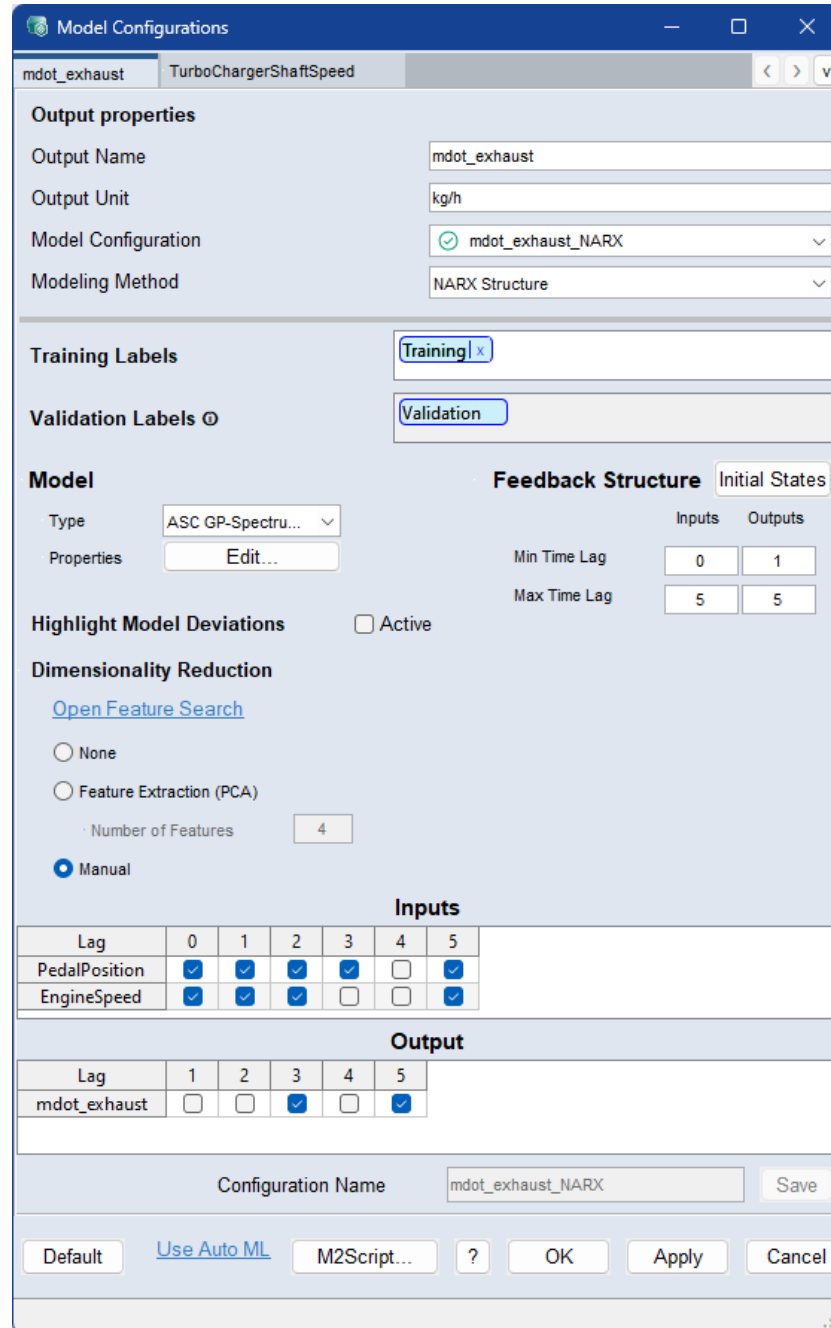

図5-6: Model Configurations ウィンドウ
このウィンドウに含まれるエレメントは **Model Configurations** ウィンドウ (図5-6: 前ページ) と同じですが、すべての出力が対象となるため、出力ごとのタブがありません。
Model properties ウィンドウ (図5-6: ページ36) で、次元削減についての以下のオプションを選択できます。
- **Manual**：手動でのフィーチャー選択により、**Inputs**／**Output** テーブル内のチェックボックス（図5-6: ページ36）でフィーチャーのセットを明示的に選択することができます。